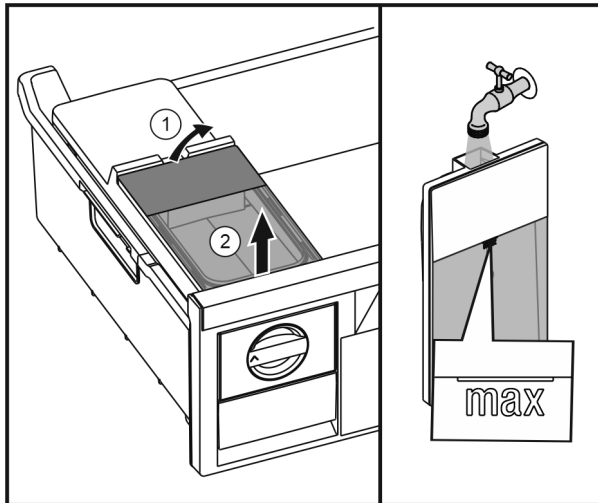

Fig. 45
- ▶ Wassertank von hinten anheben Fig. 45 (1) und nach oben entnehmen Fig. 45 (2).